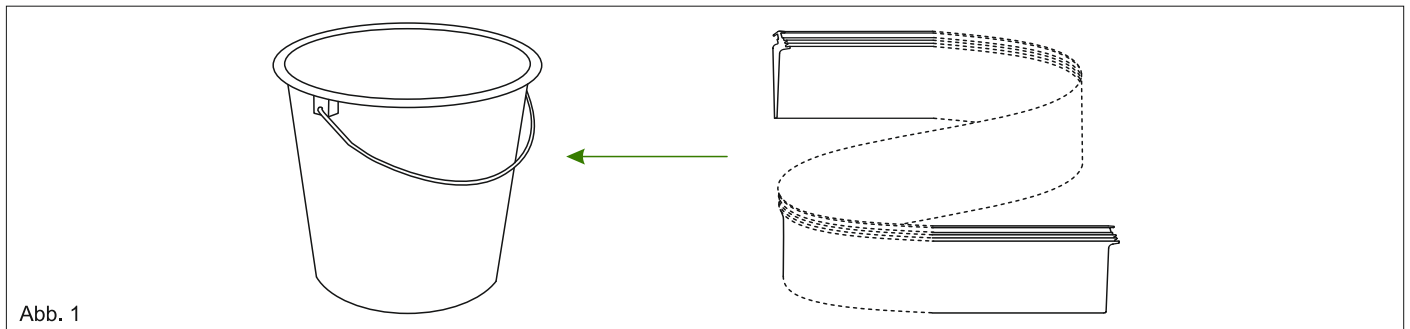

Abb. 1
1. Die fertig montierten Rinnen sollen auf die gewünschte Höhe gesetzt werden. Als mögliche Hilfswerkzeuge für diesen Vorgang eignen sich ganz gut die mobilen Lasthebeanlagen, Gerüste, Teleskop-Stützen oder Teleskop-Dreibeinstative. Wichtig dabei ist, dass die Höhenverstellung der Rinne in diesem Schritt, noch nachjustiert werden kann. Siehe Abb. 1.
2. Nehmen Sie als erstes einen Eimer und legen Sie die Wandprofil-Gummidichtung rein. Füllen Sie den Eimer mit heißen (kein kochendes Wasser) Wasser auf siehe Bild 1. Lassen Sie die Gummidichtung solange im Wasser stehen, bis diese in den weiteren Schritten benötigt wird. Siehe Abb. 1.